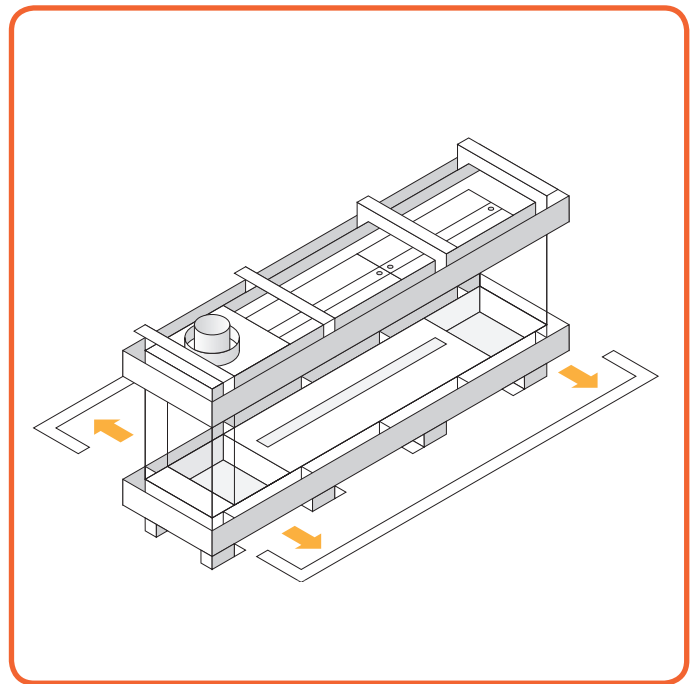

Figure 10.15 - Retirer les montants
- Le Summum 140 4S dispose de deux cadres décoratifs autour de la vitre. Ils sont retenus par des arrêtages magnétiques, (Fig. 10.15) et peuvent être renversés du boîtier.